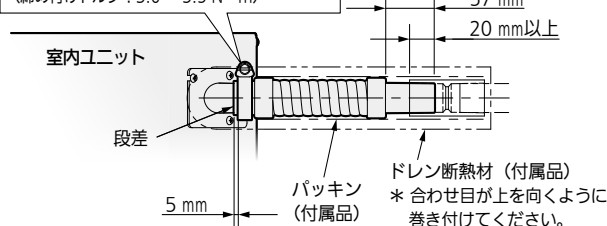

図 21
- 図 21 のようにドレン排水口の段差までドレンホースを挿入し、ホースバンドを段差から 5 mm はなしたところに、しっかりと締め付けてください。
- ドレン排水確認後、パッキン（付属品）をドレン排水確認部の付け根よりドレンホースを被うように隙間なく巻いてください。パッキンの合わせ目が上を向くようにしてください。その上にドレン断熱材（付属品）を合わせ目が上を向くように巻き付けてください。（15ページ 図21）